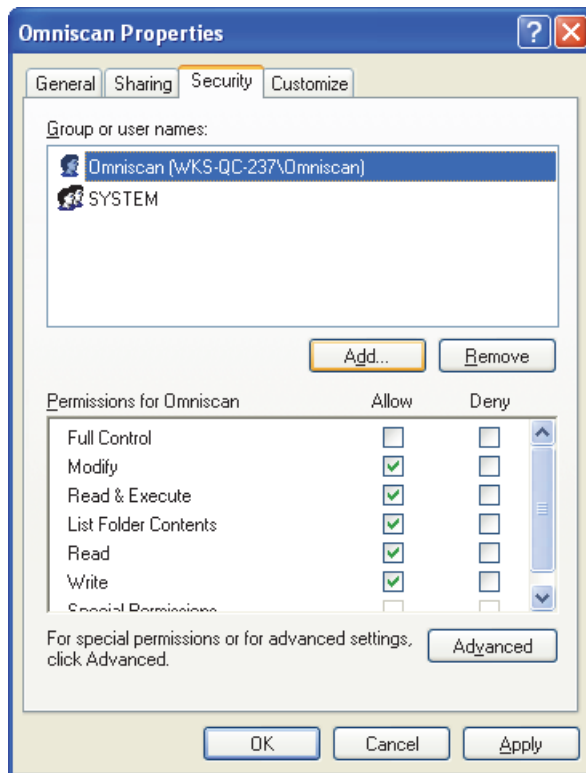

Рис. 7-19 Параметры безопасности для пользователя Omniscan
16. Во вкладке **Security** диалогового окна **Omniscan Properties** (см. Рис. 7-19 на стр. 232) выполните следующее: